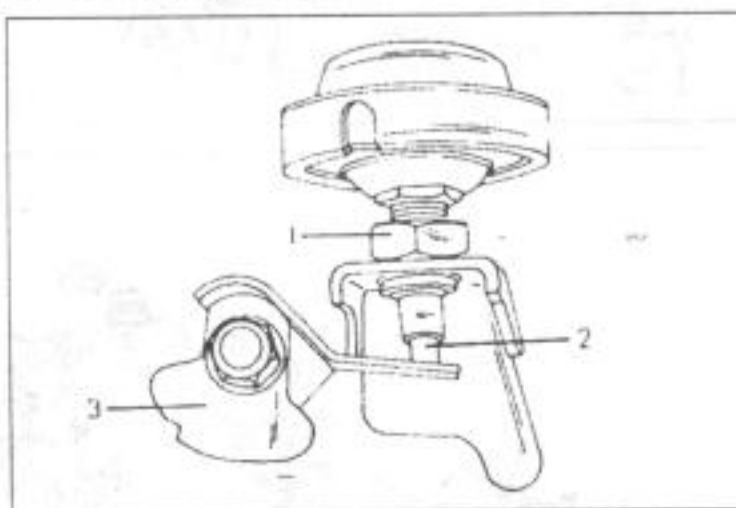

Рис.141.
- Если необходимо, освободить контргайку (1) на рис.141 и повернуть амортизатор соответствующей установки.